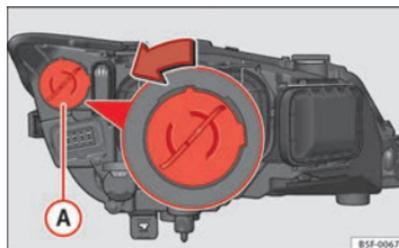

Abb. 182 Glühlampe für Tagfahrlicht
- Drehen Sie den Lampenträger \Rightarrow Abb. 182 A nach links und ziehen Sie.